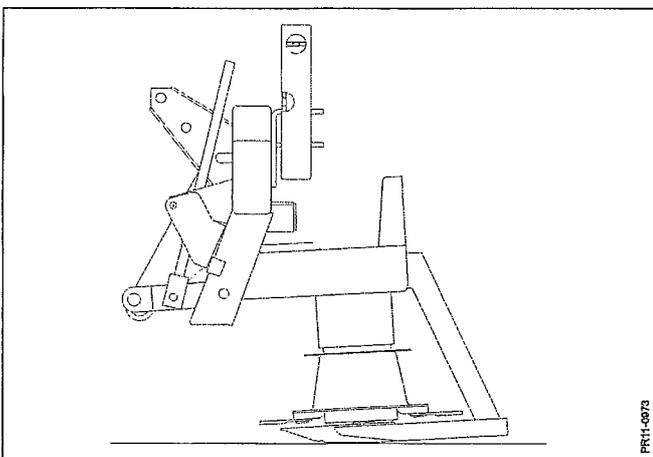

Fig. 3-19
- Fig. 3-19 Von der Fabrik ist die Maschine konstruiert eine Stoppel so kurz wie möglich zu schneiden, wenn der Toprahmen ganz senkrecht mit der Maschine in Arbeitsstellung hängt.
NB: Unebene Stoppel oder unebene Fahrt über das Feld kann behoben werden, indem die Positionen entsprechend Fig. 3-19 gewählt werden.